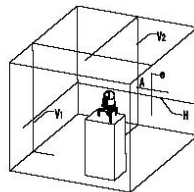

Fig. 11-2
6. Si $e > 2$ mm (0,079 po), la précision horizontale excède le seuil de tolérance. (Voir fig. 11-2).